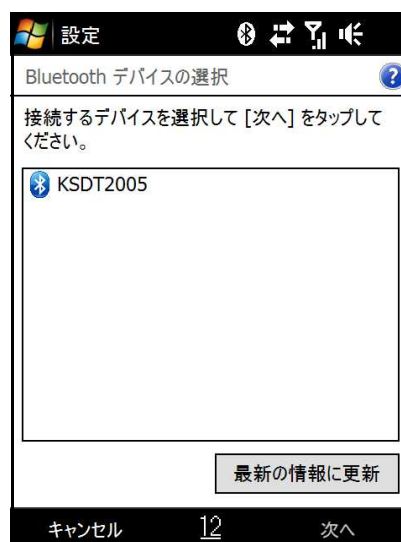

図 22 デバイス検索画面 (SP)
新規に無線デバイスの接続を追加する場合、画面中央のデバイスリストから【新しいデバイスの追加】をタッチしてください。すると、デバイス検索画面(図22)が表示され、現在スマートフォンの付近で検出可能なBluetooth無線デバイスを列挙します。
登録処理が終了すると「Bluetooth設定画面 (SP) (図22)」画面が表示されるので、この画面の画面下段タブ「COMポート」をタップしてください。